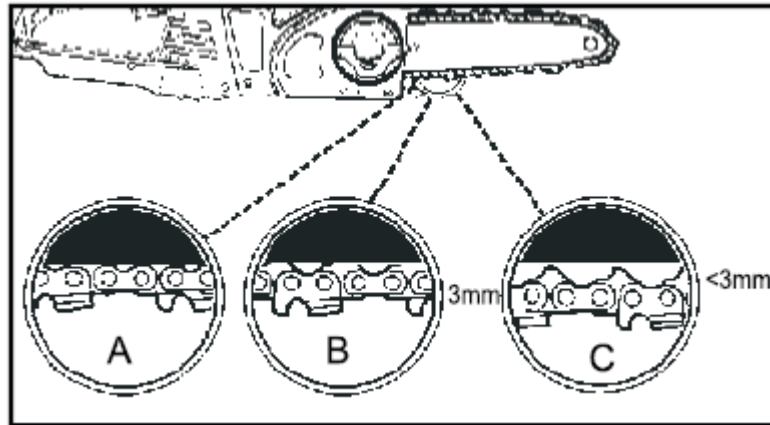

Fig. 3
⚠ ATTENTION : Si une chaîne est trop lâche ou trop tendue, la chaîne et les roulements de scie s'useront plus rapidement. Étudiez la Fig. 3 pour obtenir des informations concernant la tension à froid correcte (A), la tension à chaud correcte (B) et un guide pour les cas où la chaîne de scie doit être ajustée (C).
⚠ ATTENTION : Chaîne trop lâche si plus de 3 mm après avoir appliqué une force avec le doigt, comme indiqué sur la Fig. 3.